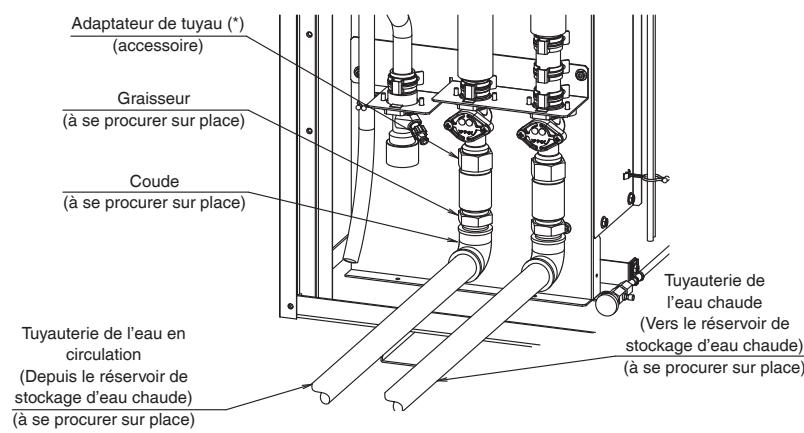

Fig. 16 Raccordement de la tuyauterie d'eau
- La Fig. 16 montre le raccordement de la tuyauterie d'eau sur site à l'unité en cascade.